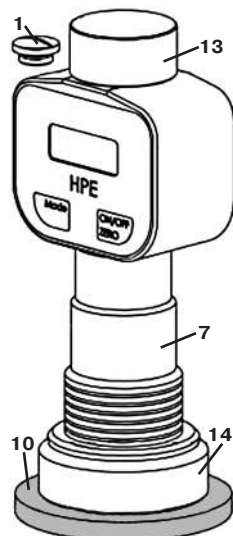

Рис. 7. Испытание на твердость по Shore OO/OOO.
1. Раскрутите крышку болта (1, рис.7)
2. Завинтите груз (13, рис.7) для Shore OO / OOO в резьбу.
3. Толкните зажимное кольцо (14, рис.7) на корпус давления (7, рис.7)
4. Поместите HPE II Shore OO / OOO перпендикулярно на образец (10, рис.7), когда включен HPE II.